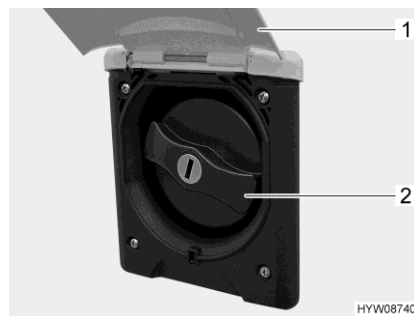

Fig. 209 Coperchio (bocchettone di riempimento dell'acqua potabile)
- Sollevare lo sportello esterno (Fig. 209,1).
- Ruotare il coperchio blu (Fig. 209,2) di un quarto di giro.